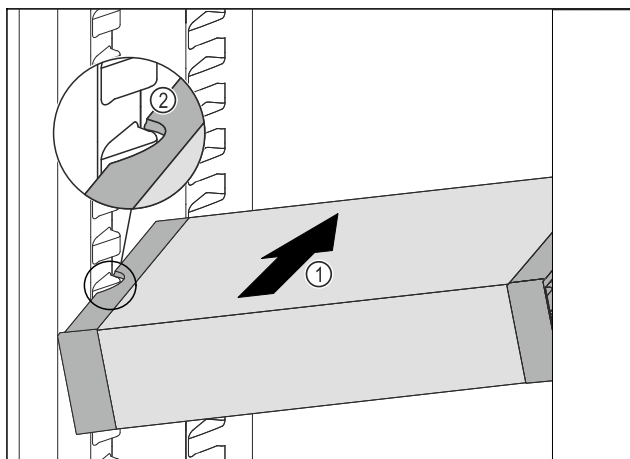

Fig. 54
- ▶ VarioSafe zasúvajte šikmo do chladničky Fig. 54 (1), dokým sa bočné vybranía Fig. 54 (2) VarioSafe nebudú nachádzať vo výške rebra nádoby v chladničke.